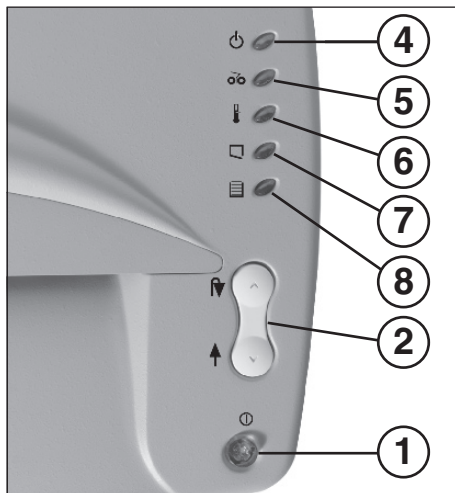

fig. 1
- 1 = Interrupteur à poussoir „prêt à fonctionner“ (fig. 1)
- 2 = Commutateur à bascule (figure 1) (Marche avant / Marche arrière)
- 4 = Voyant de contrôle „prêt à fonctionner“ (fig. 1)
- 5 = Voyant de contrôle „bourage matériau“ (fig. 1)
- 6 = Voyant de contrôle (figure 1) „Surcharge moteur“
- 7 = Voyant de contrôle (fig. 1) „porte ouverte“
- 8 = Voyant de contrôle „récipient plein“ (fig. 1)
- Allumer la machine avec l'interrupteur à poussoir (1) (figure 1). Le voyant de contrôle (4) (figure 1) s'allume.
Remarque: Pour la destruction de films transparents, il faut commuter manuellement la machine en marche avant (amener le commutateur à bascule (1) (figure 1) en position «↑»).
La machine s'arrête lorsque le récipient collecteur est plein. Le voyant de contrôle (8) (figure 1) s'allume.
- Ouvrir la porte. Le voyant de contrôle (7) (fig. 1) s'allume.
- Placer un sac vide et refermer la porte. Le voyant de contrôle (7) (fig. 1) s'éteint.
Faites bien attention de mettre l'appareil hors circuit pendant la nuit en actionnant l'interrupteur manométrique (1) (fig. 1).